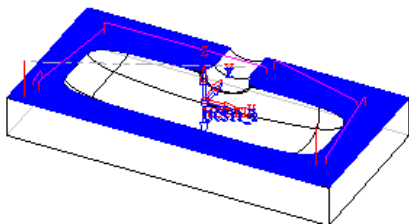

图 3-106 生成的刀具路径 (3)
6) 计算刀具路径。完成参数设置后，单击“NC Process Manager”对话框中的保存并计算按钮，运算当前加工程序，此时图形区显示的刀具路径如图 3-106 所示。